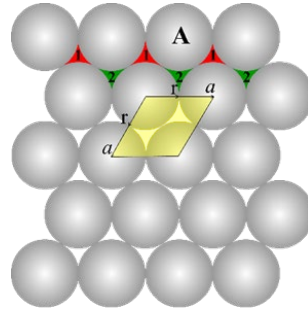

Figura 6.4
- Se pueden distinguir dos tipos de huecos: B y C (Figura 6.4).